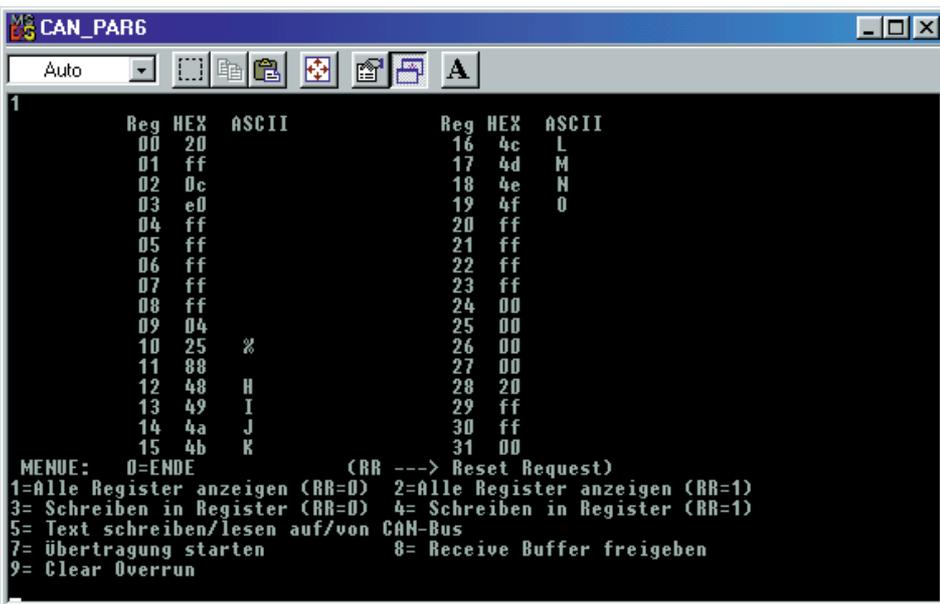

Bild 3. Register des CAN-Controllers. Die Register 4...8 sind gesperrt.
**Bild 3.** In der ersten Spalte (Reg) wird die Registeradresse, in der zweiten und dritten Spalte der Registerinhalt hexadezimal beziehungsweise als ASCII-Zeichen angezeigt. Sollte sich in allen Registern der Wert FF oder die Daten 00, 01, 02, 03 und so weiter befinden, dann ist entweder die Schnittstelle falsch adressiert oder sie arbeitet nicht bidirektional. Ein Hardware-Reset (Netzstecker raus, Netzstecker rein) kann diesen Makel beheben. Funktioniert das Interface korrekt, so lassen sich alle Register mit Ausnahme der Register 4..8 lesen. Diese Register werden erst im Initialisierungsmodus zugänglich, wenn das Reset-Request-Bit (RR) des Command Registers auf 1 gesetzt ist. Der unterschiedliche Zugriff wird durch zwei verschiedene Schreib- beziehungsweise Lesebefehle im Menü (RR = 0 oder RR = 1) einfach möglich (siehe Kasten).